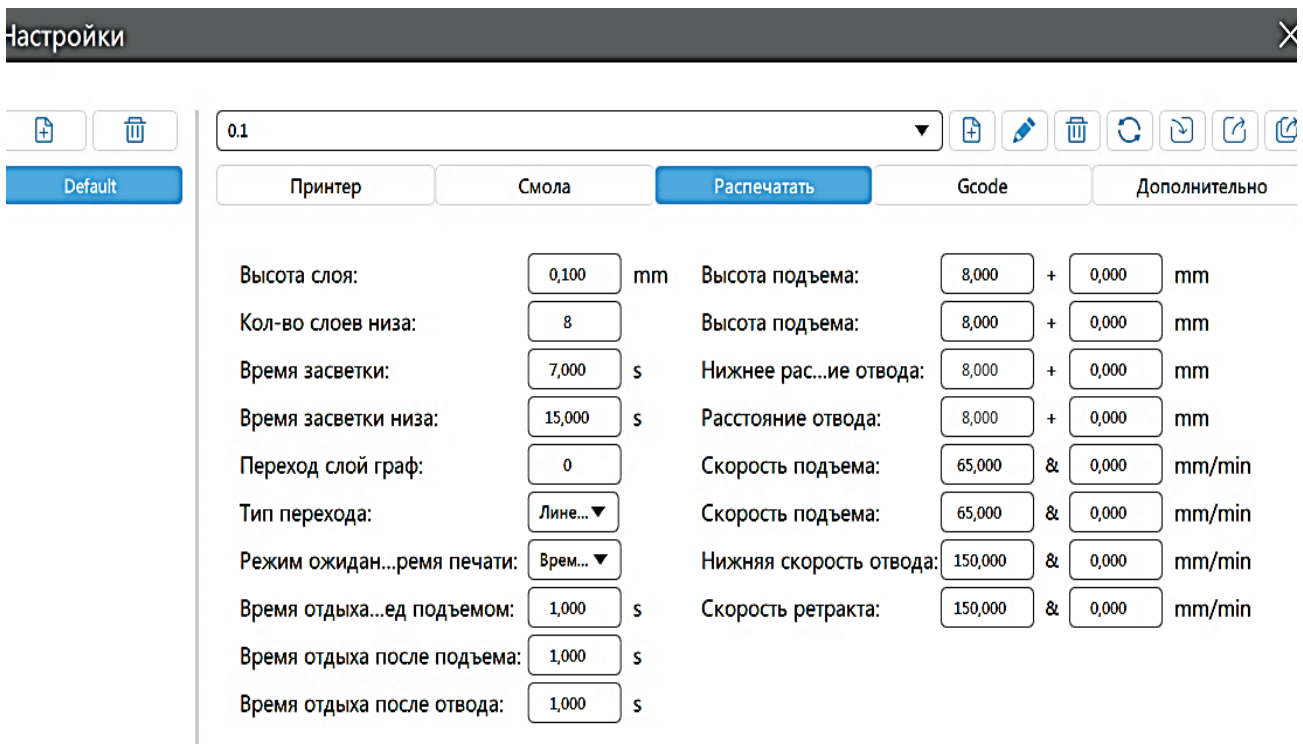

Рис. 43. Параметры 3D-печати жидким полимером в программе *Chitubox*
12. «*Скорость ретракта*» – скорость подъема стола после окончания печати (рис. 43).